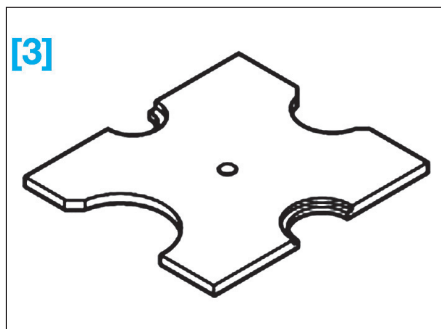

FIG. 34
- [3]. Plaque d'appui Ref.VW 402 (Fig.34).